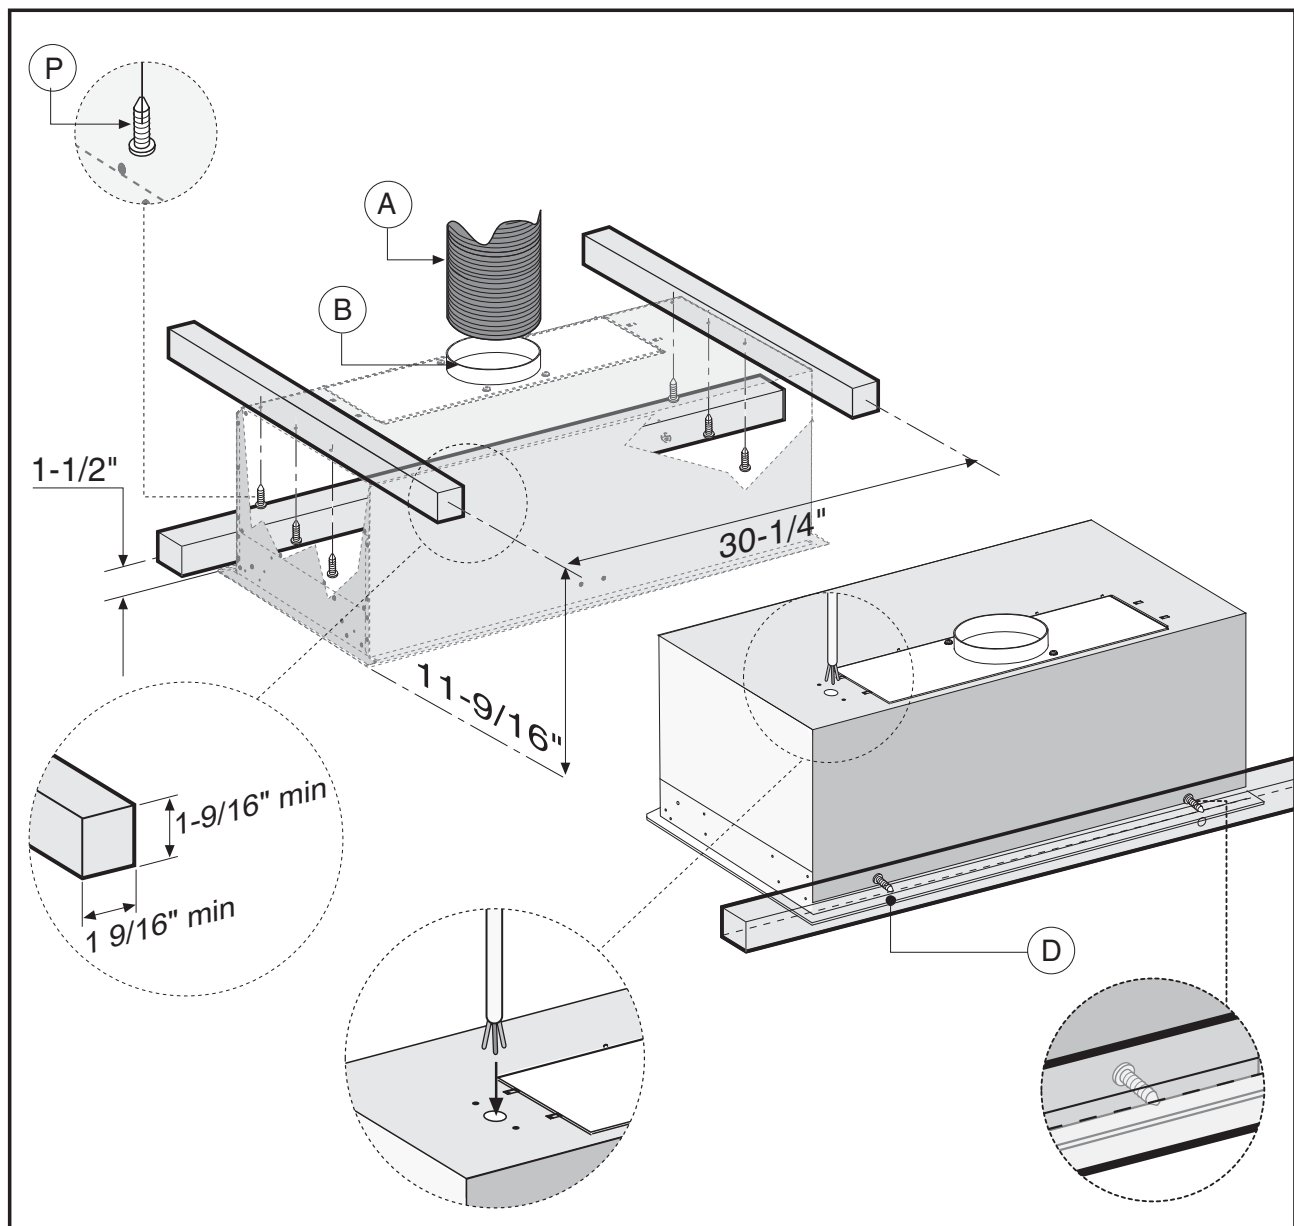
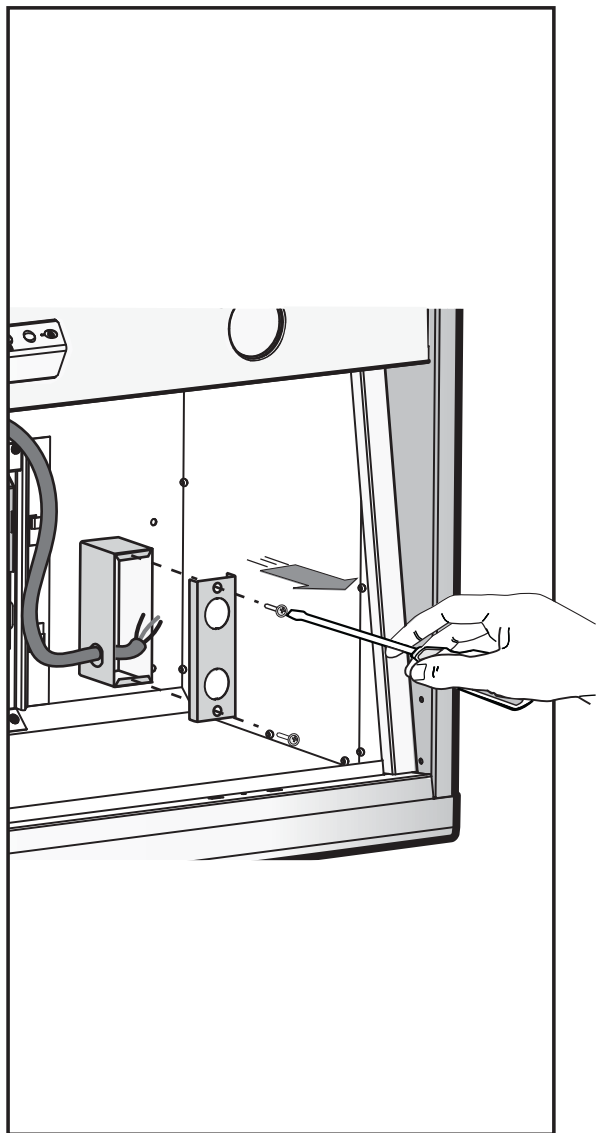

Fig.3
Fig.8
- 1) Fixer la hotte avec le montage en bois (figure 3).
de cuisine, comme illustré **figure 3**.
Fixez l'appareil à l'aide des 6 vis **P** (**Fig.3**), et procédez à la fixation de sécurité à l'aide des 2 vis **D** (**Fig.3**).
Insérer la hotte à l'intérieur du meuble (**Fig.8**) en veillant à ce que les 4 ressorts soient bien encastrés.
Grâce à ce type d'installation, l'appareil évacue les vapeurs de cuisson à l'extérieur à travers un mur de l'habitation ou dans un conduit préexistant. Il faut donc se munir d'un tuyau d'évacuation de l'air **A** (non fourni) non inflammable, du type préconisé par les normes en vigueur et le raccorder à la bride **B** (**Fig.3**).
Pour brancher l'appareil au réseau d'alimentation électrique, suivre les indications reportées sur la **figure 3 - figure 8**: